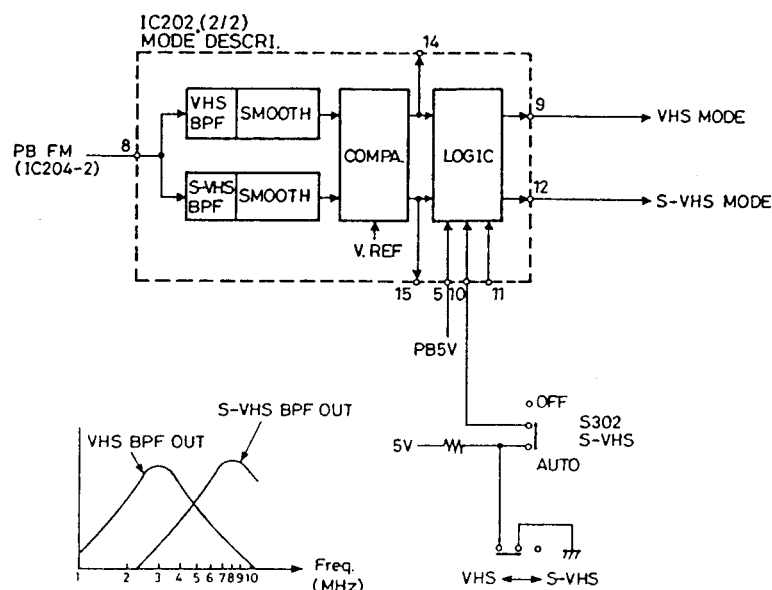

Abb. 5-1 S-VHS/VHS Diskriminator
1. Peripherieschaltkreise (Abb. 5-1, 5-2)
1-1 S-VHS/VHS-Modus-Diskriminator (Abb. 5-1)